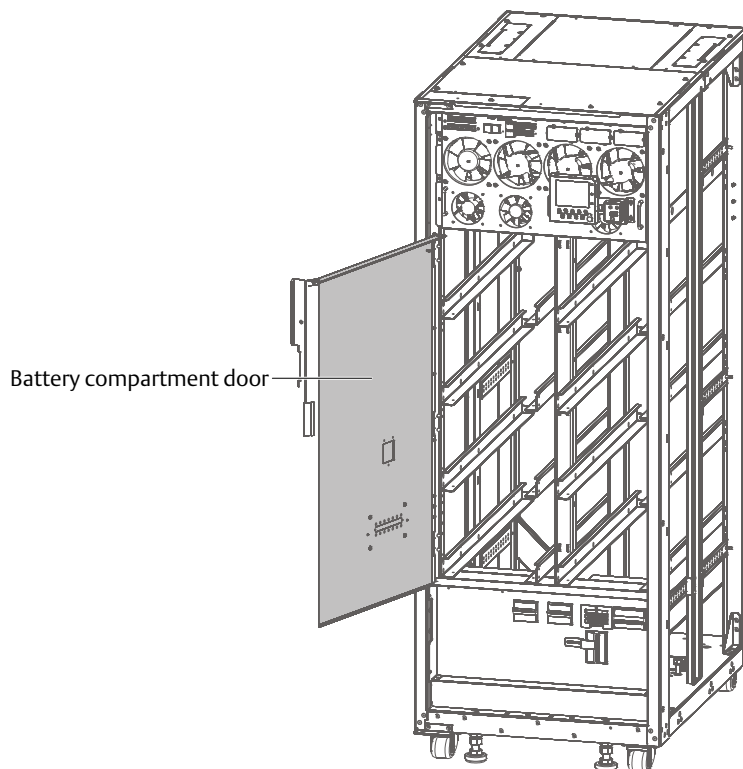

Figure 8-7 Открытие дверцы батарейного отсека
3. Откройте переднюю дверцу шкафа, удалите винты, чтобы открыть крышку батарейного отсека (см. Figure 8-7), сохраните их.